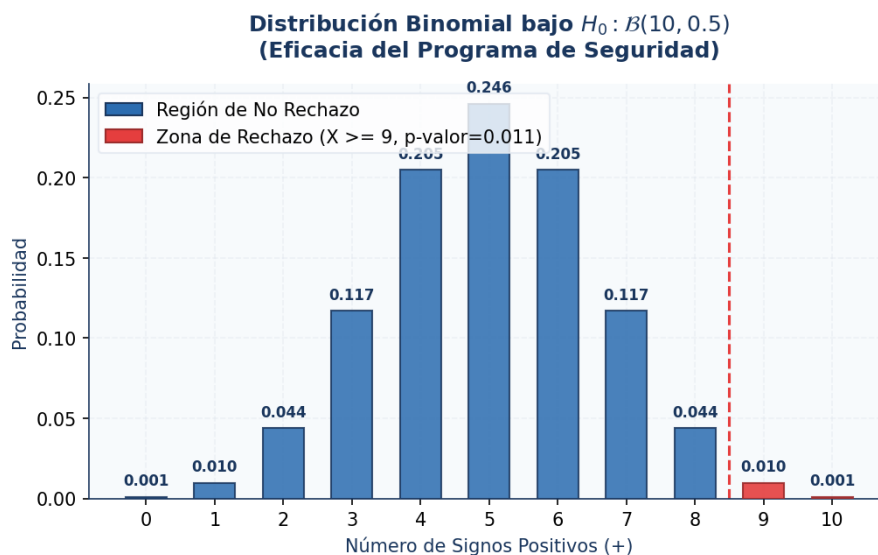

Figura 1: Distribución de probabilidad binomial bajo la hipótesis nula. El área roja representa el resultado observado de obtener 9 o más positivos.
4. **Visualización Gráfica del p-valor:** En la figura 1 se muestra la distribución binomial del número de signos positivos para un tamaño muestral de $n = 10$.